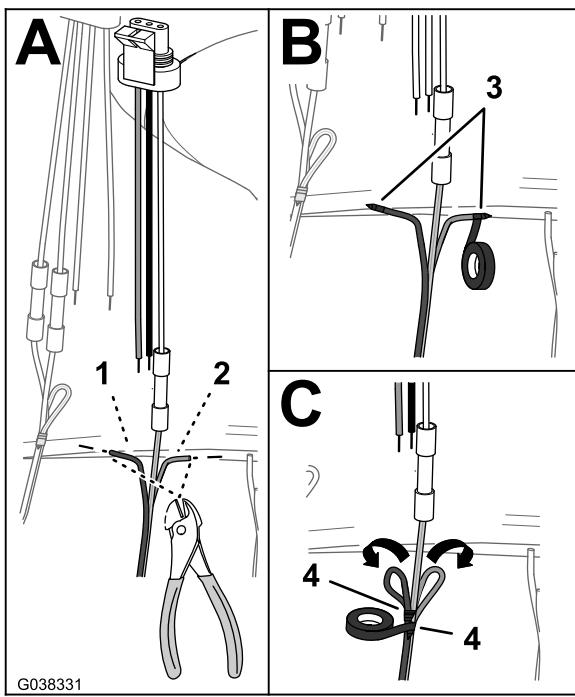

图44
图44。
- D. 将棕色和蓝色导线折叠到黄色和绿色导线上然后用电工胶带包裹 3 条导线 图44。